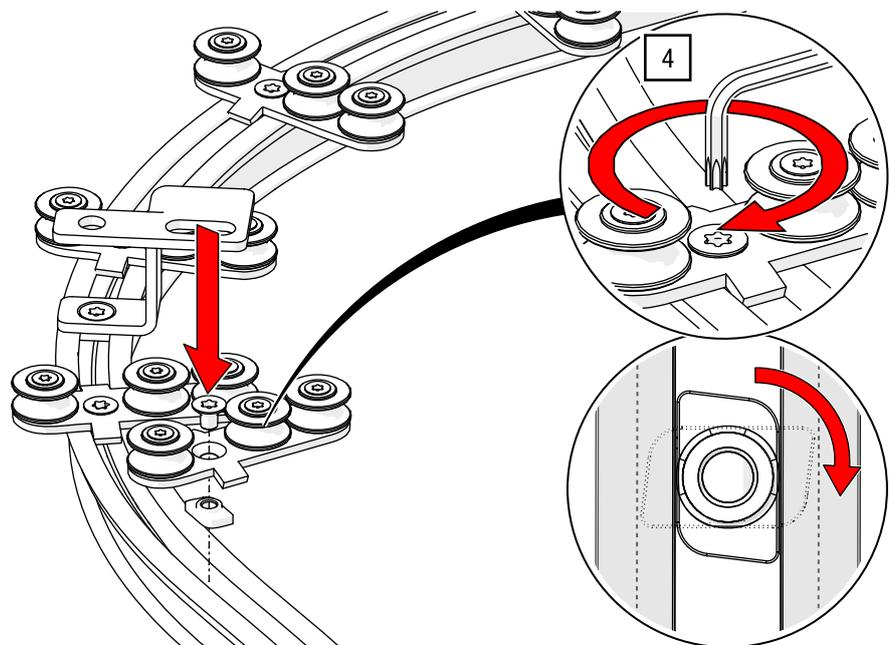

Abb. 89: Obenliegende Seilführung – Seilführung für Kurve montieren
4. Positionieren Sie in den Kurven jeweils eine der mitgelieferten Seilführungen in der Nähe der Abhängungen, verteilen Sie den Rest an der Schienenbiegung (Doppelrolle an Gegenseite der Seilklemmung) mit einem TORX®-Schlüssel T40 und 27 Nm an (siehe Abb. 89).